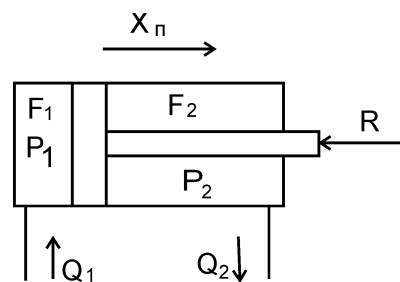

Рис. 5.
3. Составить уравнения расходов для поршневой и штоковой полостей гидроцилиндра (рис. 5).